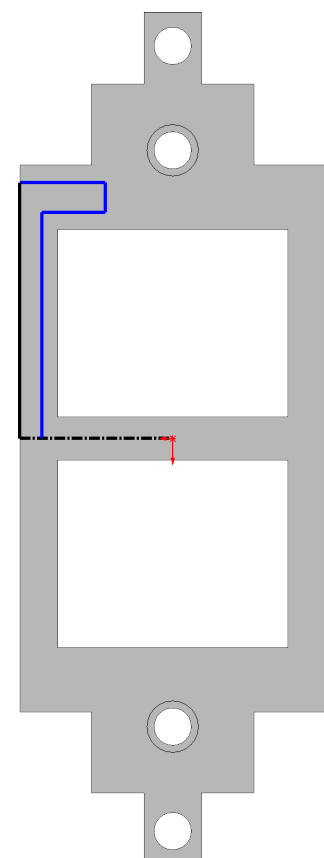

Fig. 36
Step 6. Sketch **5 lines**, **Fig. 36**.